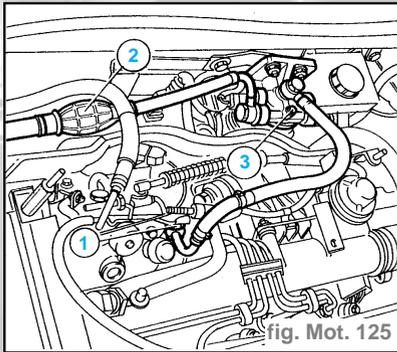

fig. Mot. 125
- Dévisser la vis (1) du raccord d'arrivée gazole à la pompe d'injection (fig. Mot. 125).